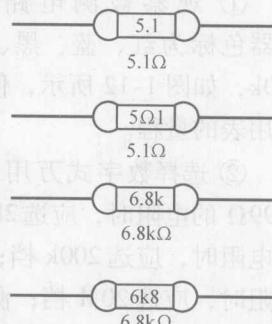

图 1-9 直标法
(1) 电阻器的标示方法 电阻器的标示方法有直标法和色环标法两种。
① 直标法。直标法是在生产时直接将电阻的阻值大小印制在电阻器上, 如图 1-9 所示。如  $5.1\Omega$  的电阻器上印有 5.1 或  $5\Omega 1$  字样,  $6.8k\Omega$  的电阻器上印有 6.8k 或  $6k8$  字样。